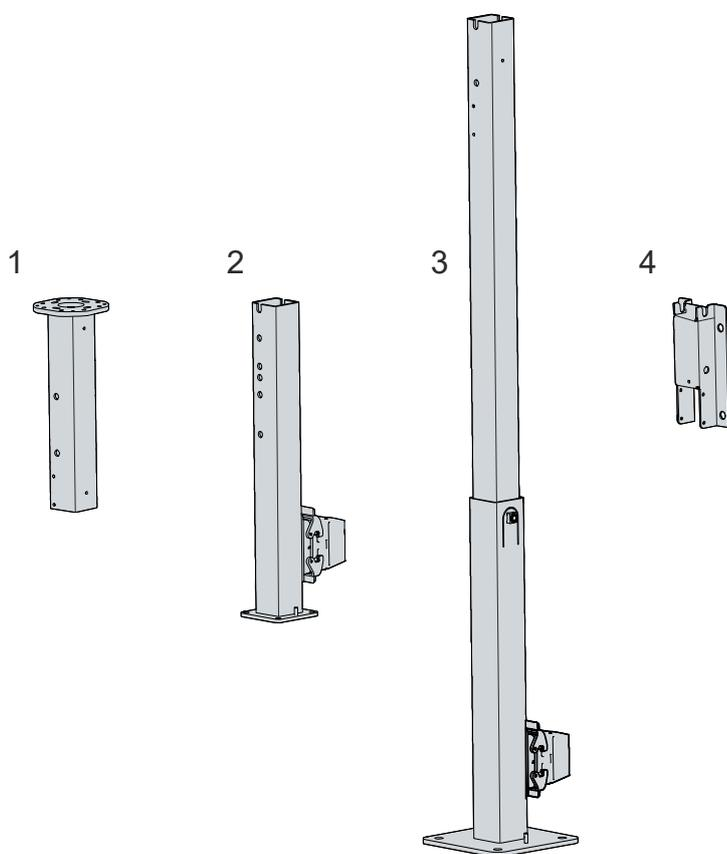

Abb. 7: Tragarme
Abbildung 7 zeigt die vier verfügbaren Tragarme für die Montage an der Decke (1), auf dem Schaltschrank (2), am Boden (3) und an der Wand (4).
Die Tragarme C9900-M803 und -M804 sind für den CP32xx-2xxx oder die Tastererweiterung C9900-M800 mit einem Kabelset ausgestattet. Diese Kabel sind mit einer HAN-Anschlussbuchse im unteren Teil der Tragarme verbunden. Abbildung 7 zeigt die Anschlussbuchsen an den beiden genannten Tragarmen (2, 3). Beide Tragarme werden mit einem passenden Stecker für die Anschlussbuchse geliefert. Nähere Informationen zum HAN-Stecker erhalten Sie in der zugehörigen Steckerdokumentation.